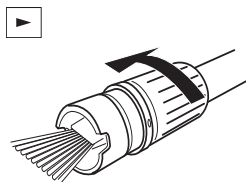

Рис. 7, веерообразное распыление
Поверните сопло (1а), чтобы отрегулировать струю воды из насадки патрубка высокого давления (1) в зависимости поверхности, которую вы хотите очистить. Стрелка на сопле указывает отрегулированное положение при помощи символов на корпусе сопла (Рис. 7, 8).